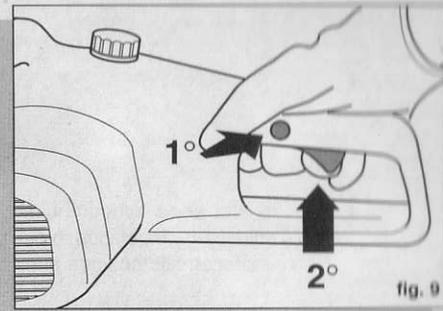

fig. 9
- (fig. 9) Presser le bouton de sûreté antidémarrage puis actionner le levier interrupteur.